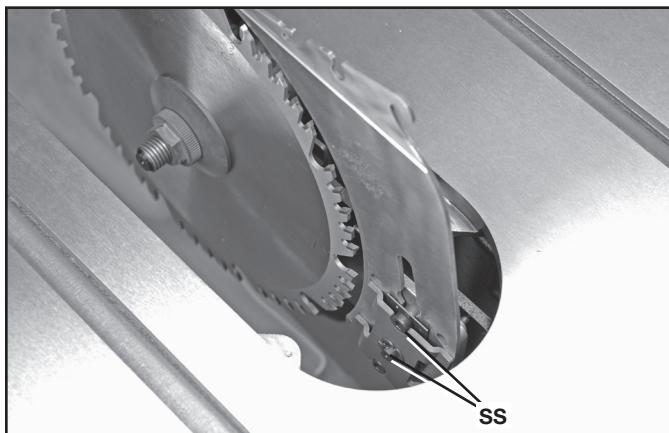

FIG. 35
- Ajuste ligeramente los dos tornillos de casquete con cabeza hueca (SS), Fig. 35.
- Ajuste bien los dos tornillos de casquete con cabeza hueca (SS), Fig. 35.